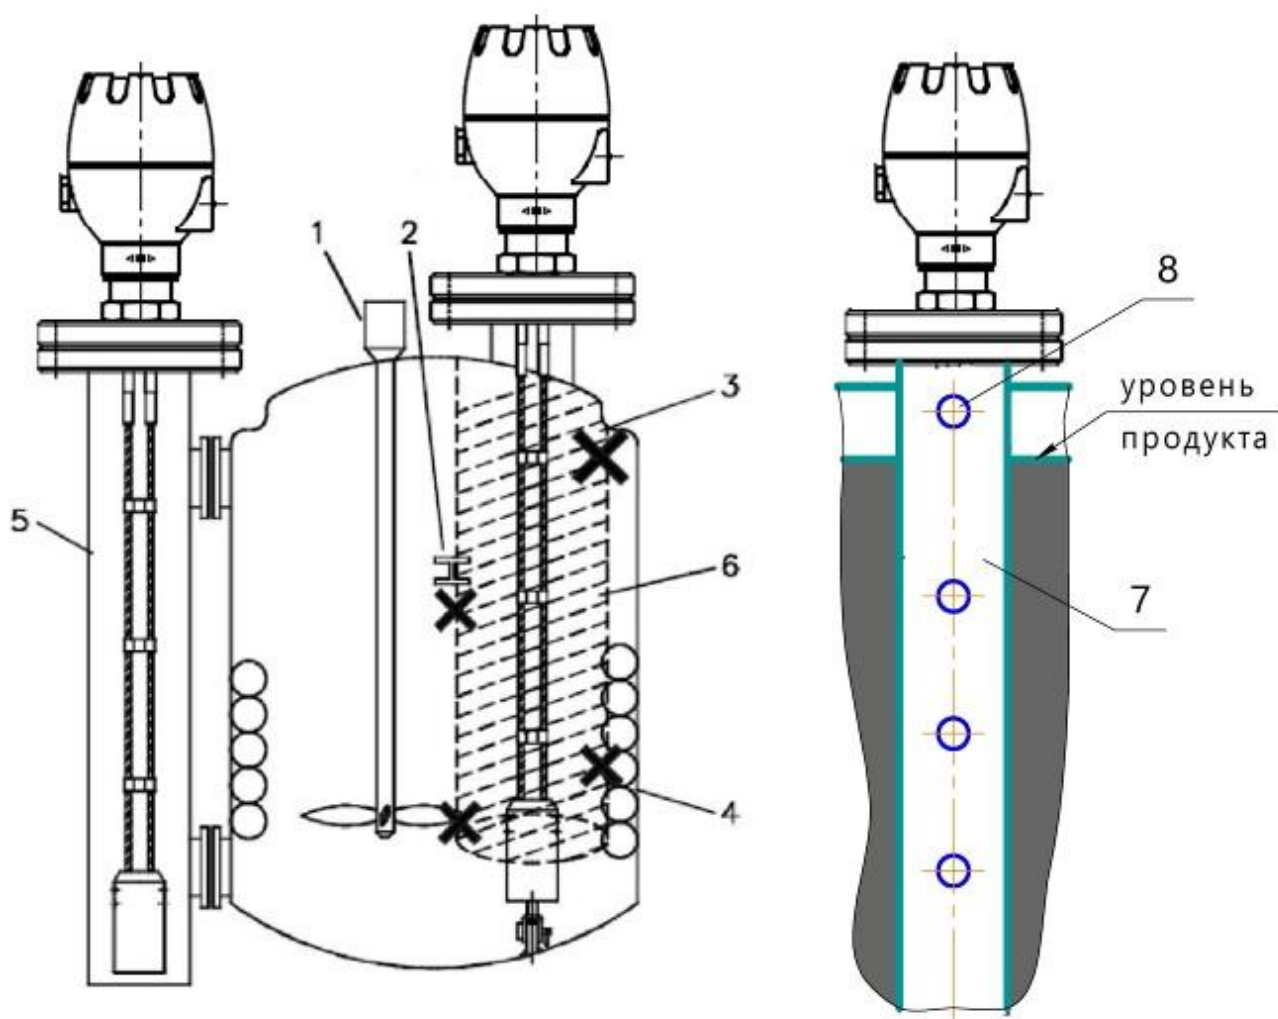

Рисунок 22 – Правила установки в выносных колонках и успокоительных трубах.
2.3.10 Вокруг чувствительного элемента создается электромагнитное поле, никакие посторонние предметы не должны попадать в зону излучения (см. рисунок 22). Иначе уровнемер будет воспринимать отраженные от них сигналы как сигналы, отраженные от продукта. Минимальные расстояния от зонда до объектов в резервуаре и картина силовых линий электрического поля зонда для каждого исполнения приведены в таблице 21 и рисунке 23. Если в ёмкости находится много различных объектов, устанавливайте прибор на выносную колонку или в успокоительную трубу (см. рисунок 26).